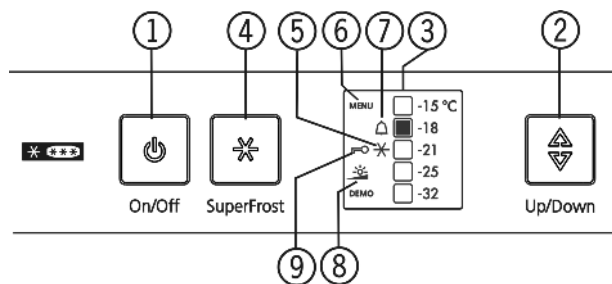

Fig. 3
- Das Symbol SuperFrost Fig. 3 (5) blinkt zusammen mit der Temperaturanzeige.